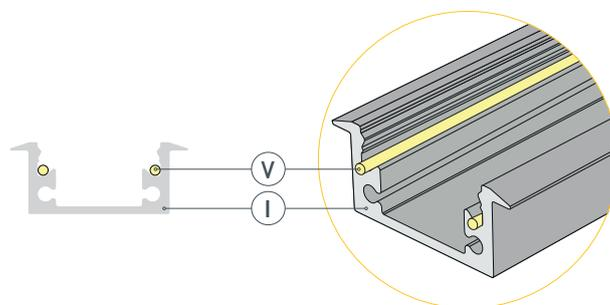

Рис. 1. Установка уплотнительной резинки (V) в пазы профиля (I)
- 2 / Установите уплотнительную силиконовую резинку (V) в специальные пазы профиля (I), как показано на рис. 1. **ВАЖНО! Не растягивайте уплотнительную резинку при монтаже.** Отрежьте лишнюю часть уплотнительной резинки (V), выступающую за край профиля (I): должно остаться 1–2 мм уплотнительной резинки (V).